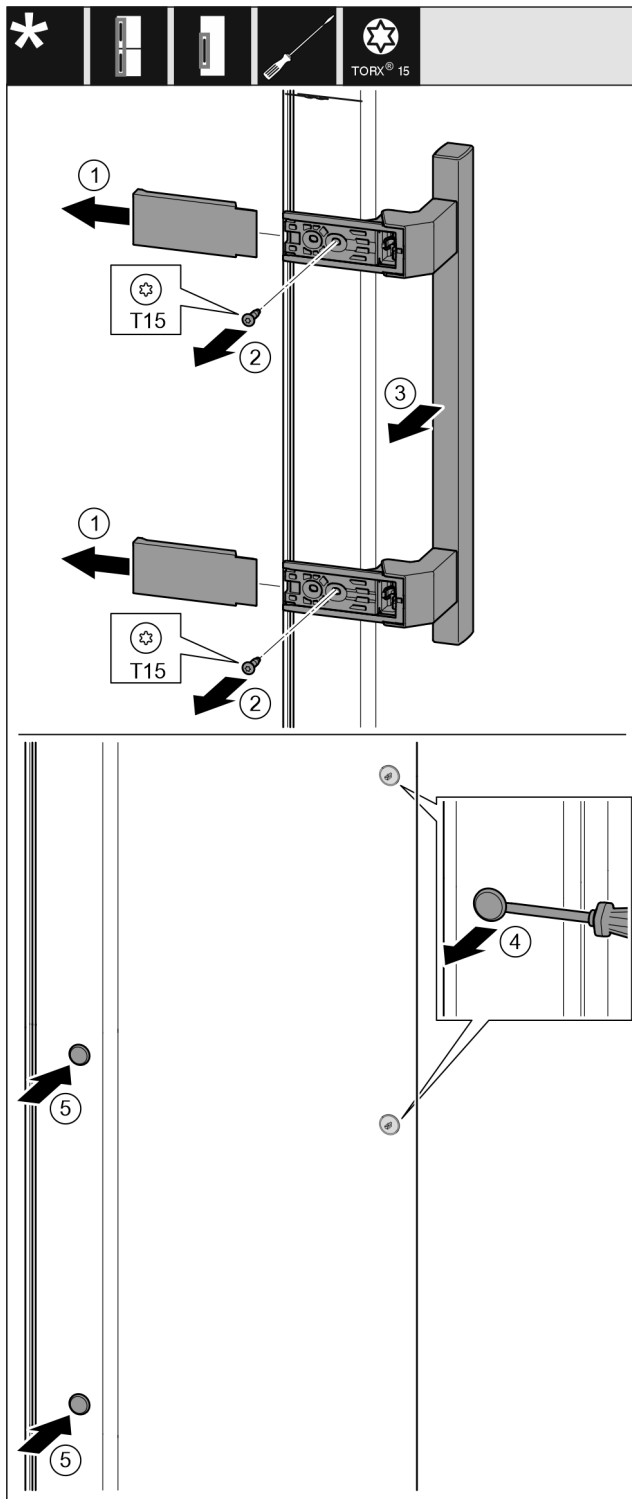

Fig. 19
- Desprindeți capacul. Fig. 19 (1)
- Desfaceți și demontați șuruburile cu șurubelnița Torx 15. Fig. 19 (2)
- Detașați mânerul. Fig. 19 (3)
- Ridicați și scoateți dopul lateral cu precauție cu o șurubelniță plată. Fig. 19 (4)
- Montați din nou dopul pe cealaltă parte. Fig. 19 (5)